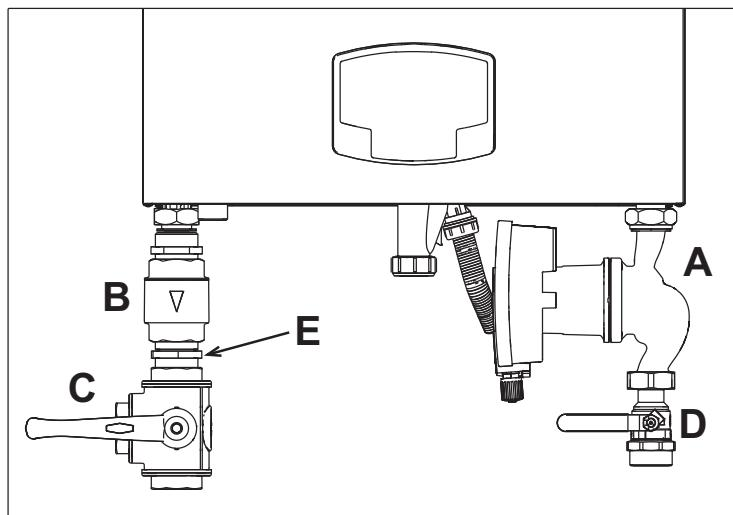

рис. 35- Котел с установленными комплектами
код 042070X0 - КОМПЛЕКТ ВЫСОКОПРОИЗВОДИТЕЛЬНОГО ЦИРКУЛЯЦИОННОГО НАСОСА - 7 м (A - рис. 35)
код 042071X0 - КОМПЛЕКТ ВЫСОКОПРОИЗВОДИТЕЛЬНОГО ЦИРКУЛЯЦИОННОГО НАСОСА - 10 м (A - рис. 35)
- 1 НЕВОЗВРАТНЫЙ КЛАПАН - Гнездовое 1"1/2 (B - рис. 35)
- 2 3-ХОДОВОЙ ВЕНТИЛЬ - Гнездовое 1"1/2 (C - рис. 35)
- 3 ВЕНТИЛЬ Штыревое/гнездовое 1"1/2 (D - рис. 35)
- 4 СОЕДИНИТЕЛЬНЫЙ ПАТРУБОК 1"1/2 (E - рис. 35)